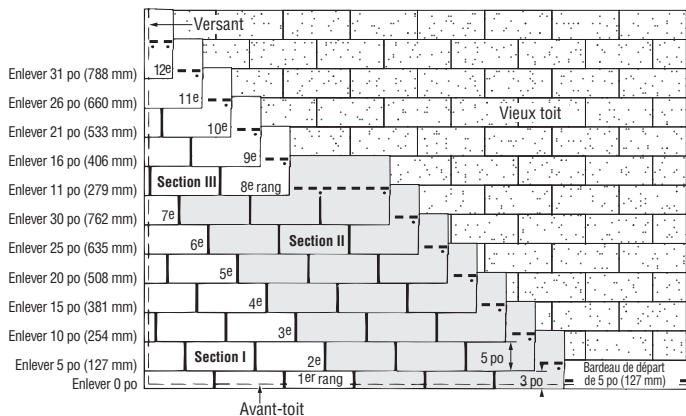

Figure 10-21 : Cinq en diagonale, douze à la verticale, imbriqué.
**PREMIER RANG :** Le premier rang est composé de bardeaux de 10 po par 36 po (25 cm par 91 cm) fabriqués en retranchant 2 po (5 cm) du bas des jupes de bardeaux ordinaires. Aligner le bord supérieur des bardeaux de façon à ce qu'il appuie contre les jupes des bardeaux de l'ancien troisième rang (figure 10-21).
1. Pour débuter le deuxième rang, retrancher 5 po (12,7 cm) du côté gauche d'un bardeau et aligner le bord supérieur à égalité avec le bord du bardeau de l'ancien quatrième rang (figure 10-21).
1. Pour débuter le huitième rang, retrancher 11 po (28 cm) du côté gauche d'un bardeau et poser la pièce de 25 po (63,5 cm) par-dessus le bardeau du septième rang, en ligne avec le bord gauche du bardeau du septième rang (figure 10-21).